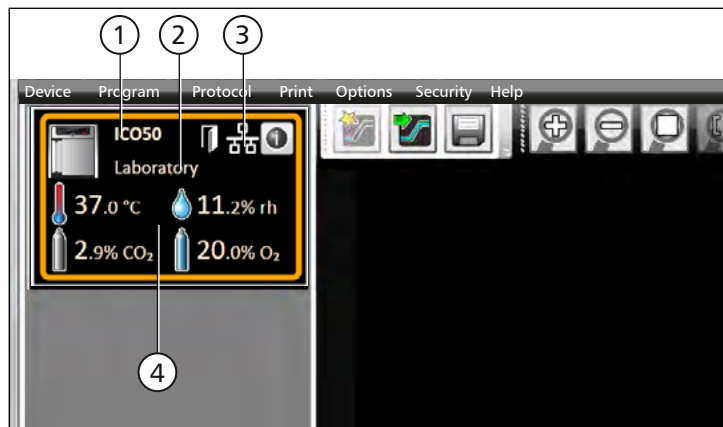

Fig. 1
- Si el equipo está conectado al ordenador a través de Ethernet y ya se ha dado de alta una vez, se reconocerá automáticamente y se mostrará el estado de funcionamiento actual (temperatura, alarmas) (Fig. 1).